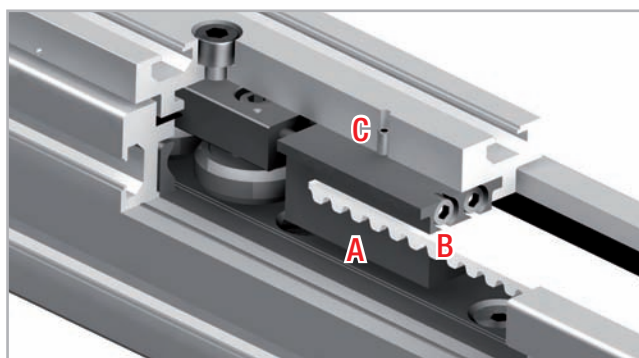

Abb. 41
1. Lösen Sie die Sicherungsschrauben C (oben auf der Läuferplatte) von der Riemenspannvorrichtung A (s. Abb. 41).